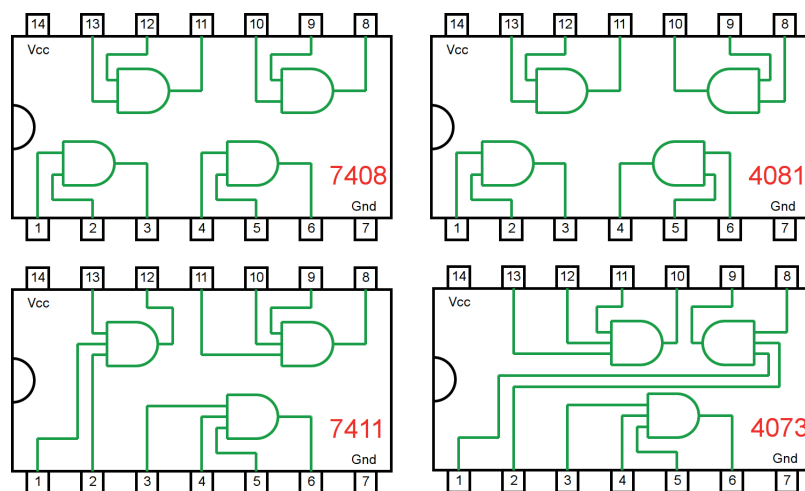

Figura 4.17 – Circuitos integrados TTL e CMOS.
- a) Coloque os circuitos integrados (TTL e/ou CMOS da figura 4.17) nas posições indicadas.
- d) Conecte os fios verdes. Os fios verdes estão conectados ao terra e portanto fornecendo valor lógico (0) às entradas de todas as portas do CI.